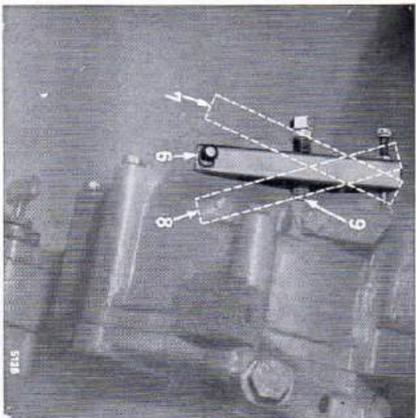

Fig. 6
2. Amenez le levier de changement de régime (6) (Figure 6) en position $\frac{1}{4}$ de charge (7) avec la manette ou la pédale d'accélérateur.
2. Amenez le levier de changement de régime (6) — Figure 6 — en position $\frac{1}{4}$ de charge (7) avec la manette ou la pédale d'accélérateur.